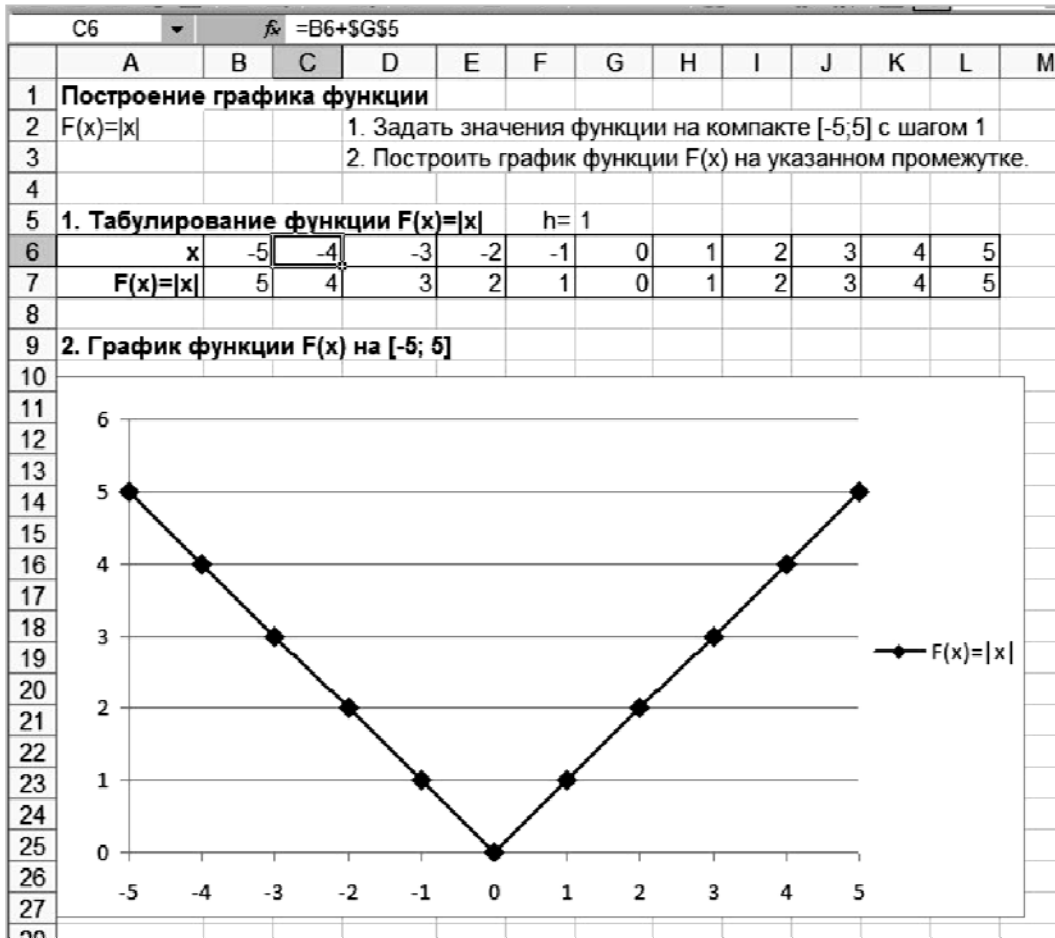

Рис. 7. Пример решения задачи 9
Пример решения и оформления задачи 8 приведен на рис. 7.
**Задача 1.** Найдите решения уравнения  $f(x) = 0$  с точностью до 0,01 на отрезке  $[a;b]$ , используя опцию «Подбор параметра». Функция, отрезок  $[a;b]$  и шаг  $h$  даны по вариантам (прил. 5, табл. П2.). Пример решения задачи приведен на рис. 7.
1.2. Если необходимо, по результатам табулирования функции, уточните промежуток, на котором выполняется построение графика функции (рис. 7).